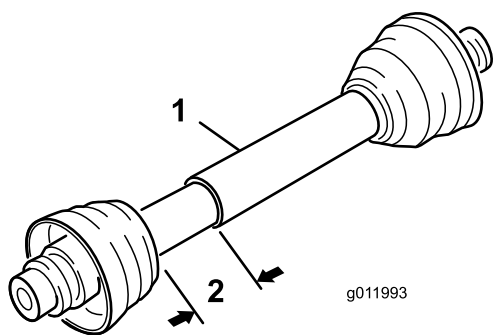

図 5
4. PTO シャフトが一番短くなった状態でも完全に縮んだ状態まで少なくとも 37mm の余裕が必要である 図5。